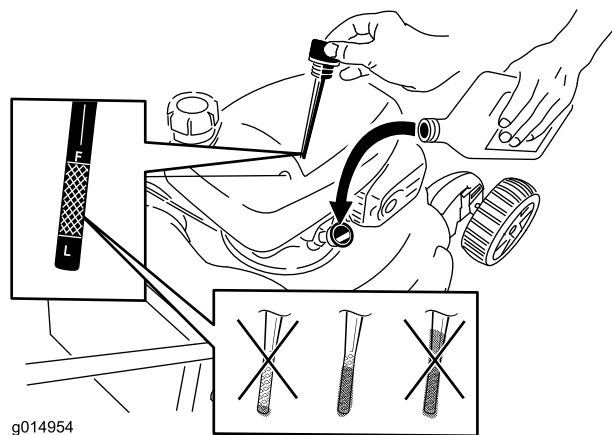

Рисунок 14
2. Извлеките масломерный щуп (Рисунок 14).
5. Выньте щуп и проверьте уровень масла, см. Рисунок 14.
- Если уровень масла слишком низкий, медленно залейте небольшое количество масла в маслозаливную горловину и повторите действия 3 – 5, чтобы масло достигло требуемого уровня, как показано на Рисунок 14.